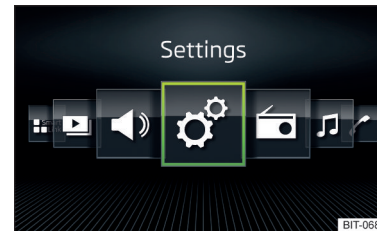

Abb. 133
- Die Option **Raster-Anzeige** » **Abb. 132** oder **Horizont. Anzeige** » **Abb. 133** wählen.